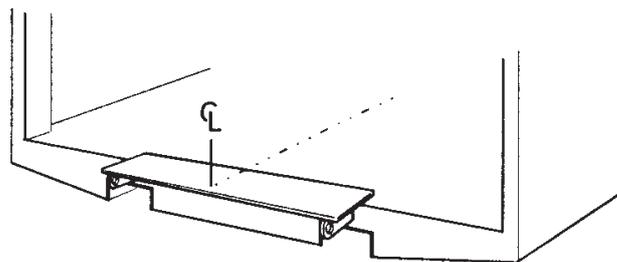

Figura 30. Medir y marcar el punto central en la barra trasera del vehículo. Atornillar o soldar por puntos el accesorio de montaje en la barra trasera.
1. Medir y marcar el punto central en la barra trasera del vehículo. Véase la Figura 30.